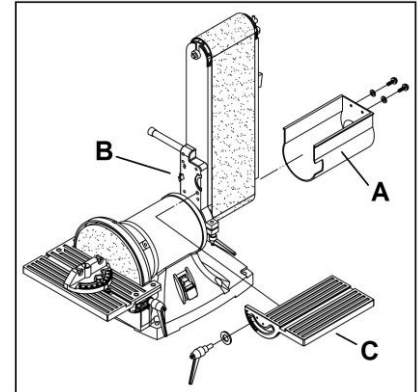

Рис.7
2. Вставьте ленточный столик (С, рис.7) в сборе в паз цапфы поворотного кронштейна (В, рис. 7). Установите его с помощью болта с торцевой головкой и плоской шайбы. Установите столик в нужное положение. Убедитесь, что зазор между столом и лентой составляет не более 1,6 мм (1/16"). Надежно затяните болт.
3. Прикрепите ленточный пылесборник (А, рис.7) к плите с помощью двух винтов с головками (внутр.шестигр.) и плоских шайб.